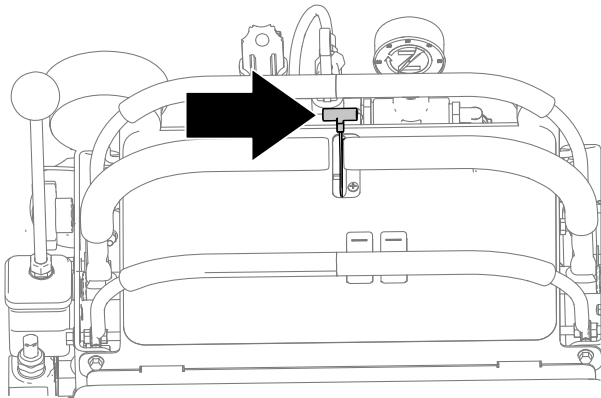

Bild 15
2. Bewegen Sie die Gasbedienung von der Position LANGSAM ca. 1/2 nach oben (Bild 15).